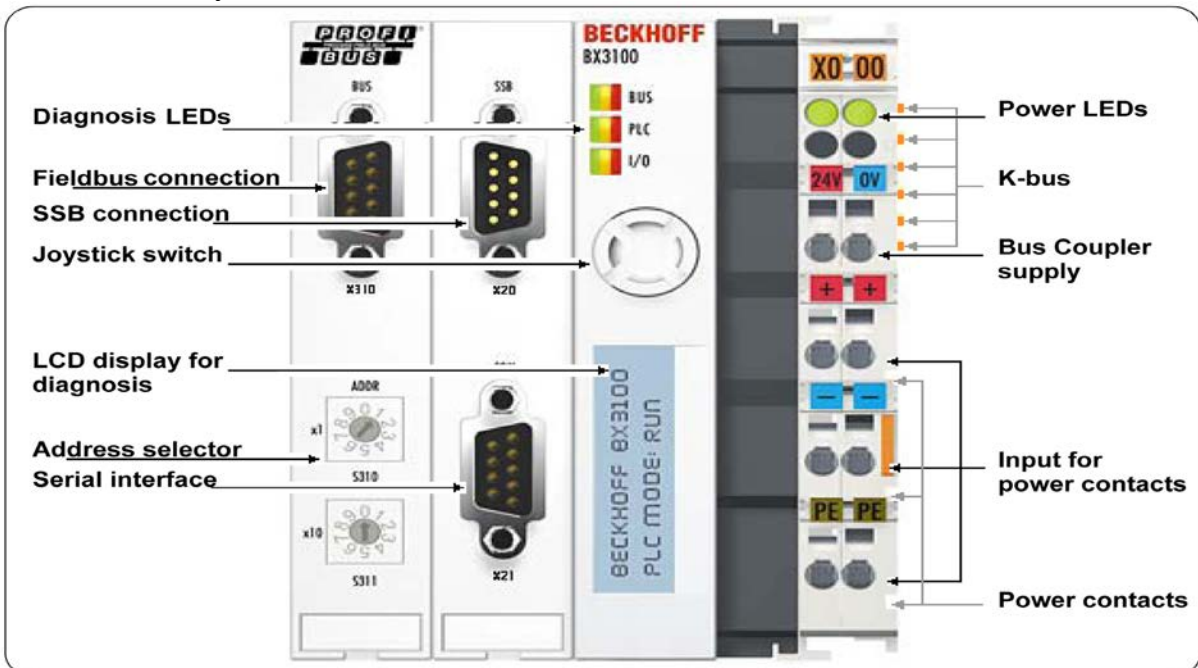

fig. 3.1
- módulos I/O adicionales, alimentados mediante los contactos de potencia ("Power contact", en fig. 3.1);
- interfaz del bus de campo ("Fieldbus connection", en fig. 3.1).
En el lado derecho del Bus Terminal Controller hay 3 contactos de muelle ("Power contacts" en fig. 3.1) para la distribución de la tensión para la unidad periféricas externas a los Módulos I/O adicionales.
La lengüeta en plástico (de color naranja en fig. 3.1) y las guías de la ranura por encima y por debajo del Bus Terminal Controller y de los Módulos I/O adicionales, garantizan que los contactos a lámina sean sólidos.